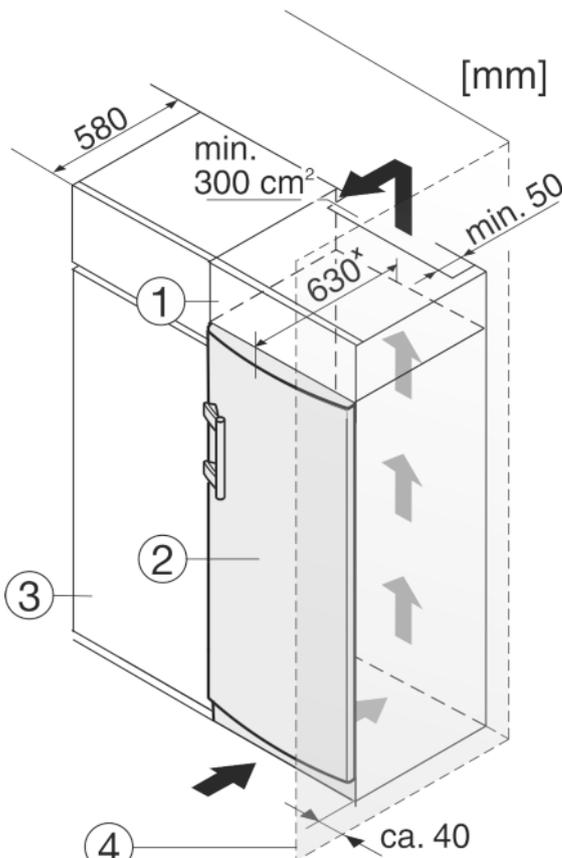

Fig. 11
Das Gerät kann mit Küchenschränken umbaut werden. Um das Gerät Fig. 11 (2) der Küchenzeilenhöhe anzugleichen, kann über dem Gerät ein Aufsatzschrank Fig. 11 (1) angebracht werden.
Beim Umbau mit Küchenschränken (Tiefe max. 580 mm) kann das Gerät direkt neben dem Küchenschrank Fig. 11 (3) aufgestellt werden. Das Gerät steht seitlich 34 mm\* und in der Gerätemitte 50 mm\* gegenüber der Küchenschrankfront vor.
Wenn das Gerät mit den Scharnieren neben einer Wand Fig. 11 (4) aufgestellt wird, muss der Abstand zwischen Gerät und Wand mindestens 40 mm betragen. Dies entspricht dem Griffüberstand bei geöffneter Tür.